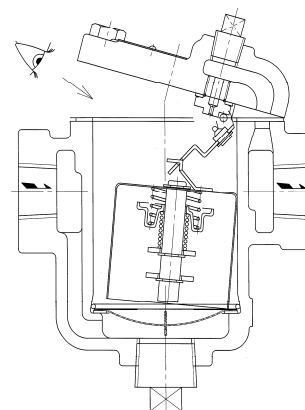

図4
引掛かっているか否かが容易に確認できます。(図4)
- (4) ふた(18)にレバーやバケットを取り付けて弁箱(2)にのせます。このとき、バケット(8)が外れやすいので注意が必要です。弁箱(2)入口側のふた(18)の端を少し持ち上げると、バケット(8)の釣り金具(16)がレバーに確実に引掛かっているか否かが容易に確認できます。(図4)